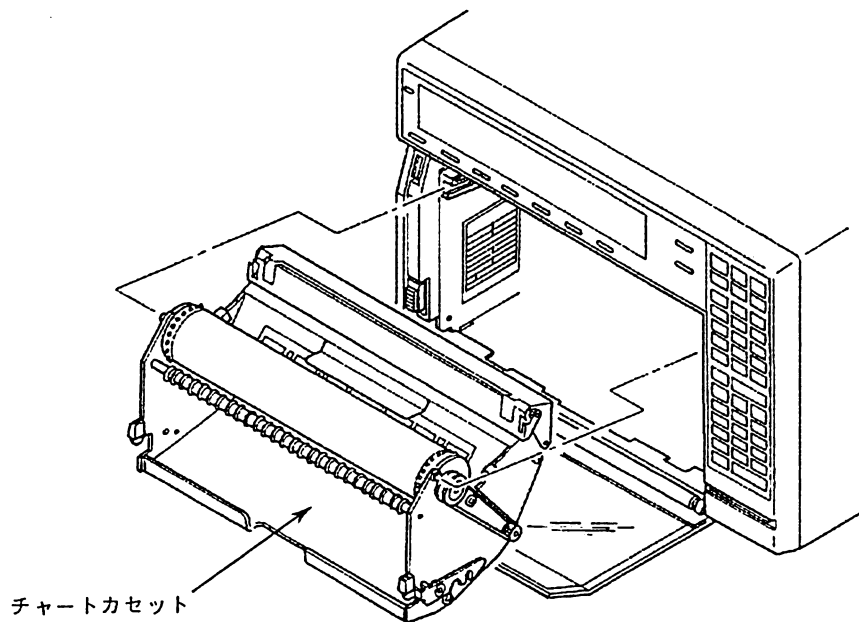

図6.1.9
- 1) 前面のドアを開き、チャートカセットを本体より外します(図6.1.9)。